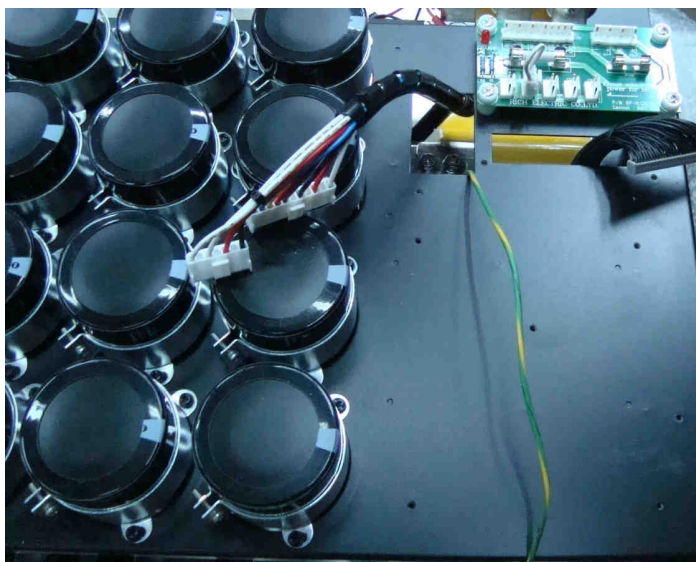

Рис. 7.20.
7.11.3.3. Вытащить через прорези в корпусе блока конденсаторов жгуты платы ЦП, жгуты платы предохранителей и провод заземления (рис. 7.20).